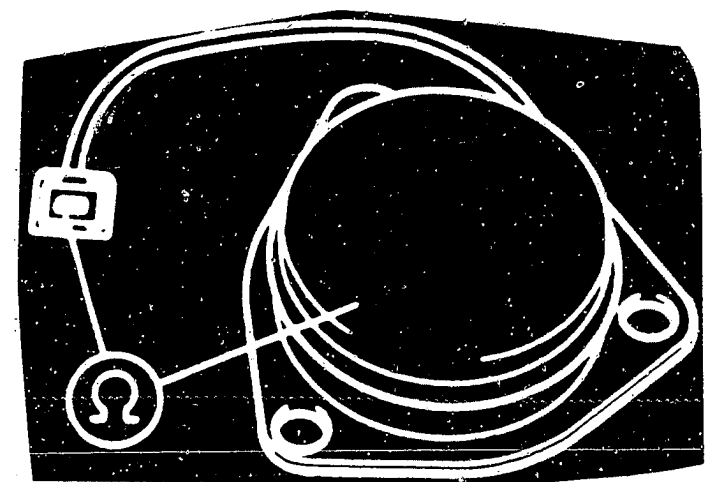

Bild 14 Das Saugrohr-Vorwärmeelement soll einen Widerstand von $1,5\Omega$ aufweisen.
f) Das Saugrohr-Vorwärmeelement muss mind. 11,5V Spannung erhalten. Ausgebaut kann sein Widerstand (Sollwert ca. $1,5\Omega$) gemessen werden (Bild 14).